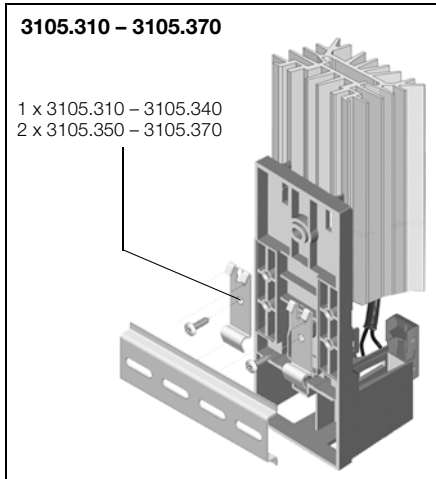

Рис. 2: Защелкивающееся крепление на 35 мм несущей шине DIN EN 50 022
1. Защелкивающееся крепление на несущей шине 35 мм DIN EN 50 022 (рис. 2).